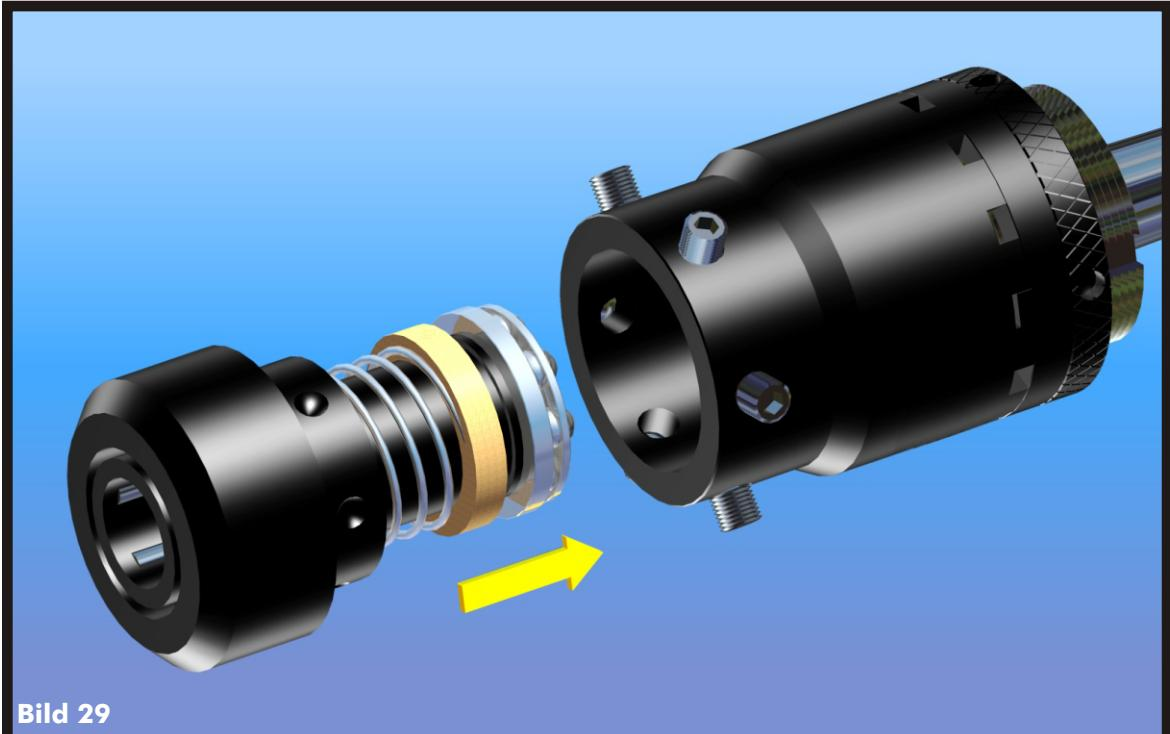

Bild 29
- > **Führen Sie diese Einheit nun vorsichtig in das Gehäuse ein. Achten Sie unbedingt auf den korrekten Sitz des Axiallagers (Bild 29).**